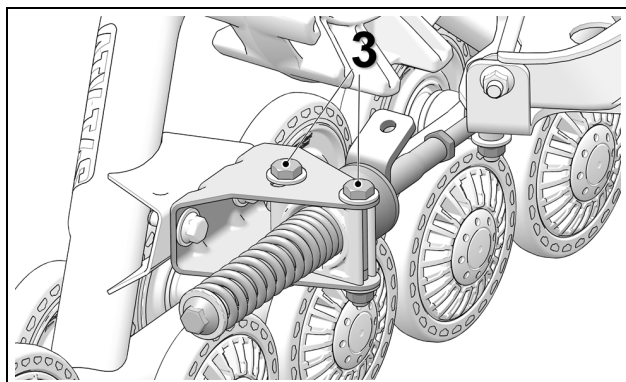

Figure 17
- Resserrer les boulons (3) de l'ancrage antirotation à un couple 50 N•m [37 lb-pi]. Voir la Figure 17.